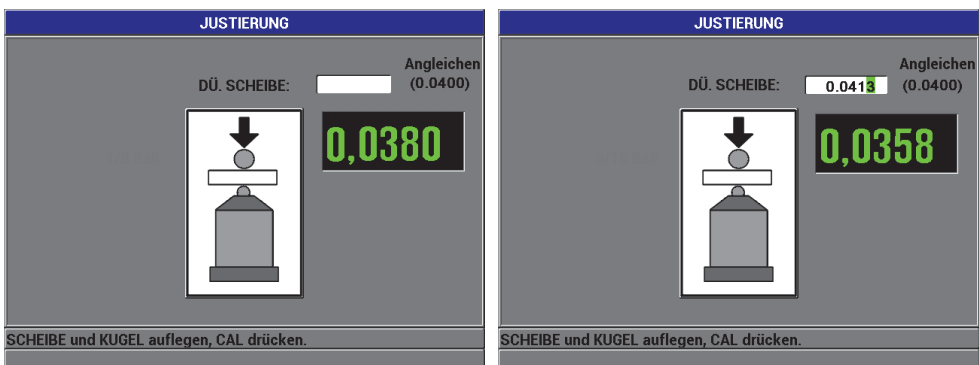

Abbildung 4-8 Justierpunkt DÜ. SCHEIBE
5. Messpunkt der dünnen Scheibe (DÜ. SCHEIBE): Das Gerät gibt nun an, welche dünne Justierhilfe und welchen Messreflektor auf die Sondenspitze gesteckt werden muss. Die Dicke dieses Justierpunkts variiert, weil sie abhängig von dem ausgewählten Messreflektor ist. Die ungefähre Dicke der Justierhilfe wird im unteren Messfeld angezeigt. Drücken Sie die Taste [CAL], um den Messwert in das Textfeld zu übertragen. Geben Sie mit den Pfeiltasten die bekannte Dicke der Justierhilfe an und drücken Sie die Taste [CAL] (siehe Abbildung 4-8 auf Seite 93).